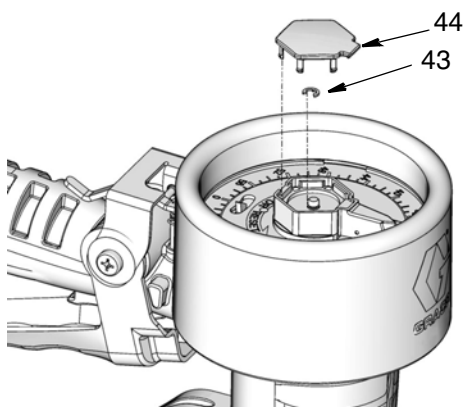

FIG. 26
2. Rimuovere il coperchio (44) e l'anello di tenuta piccolo (43) (FIG. 26).